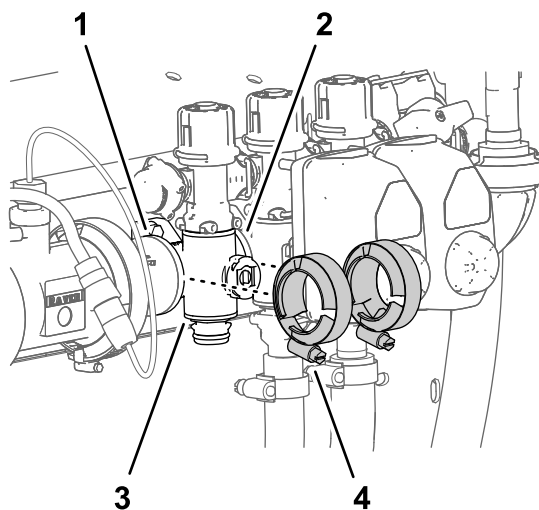

Рисунок 115
- Установите, не затягивая, фланцевые хомуты, снятые при выполнении действий, описанных в разделе Демонтаж коллекторного клапана секции \(страница 90\), на фланцы коллектора клапана секции и фланцы другого клапана секции (клапанов секций) и/или переходного соединителя (Рисунок 115).
7. Затяните 2 фланцевых хомута от руки (Рисунок 115).